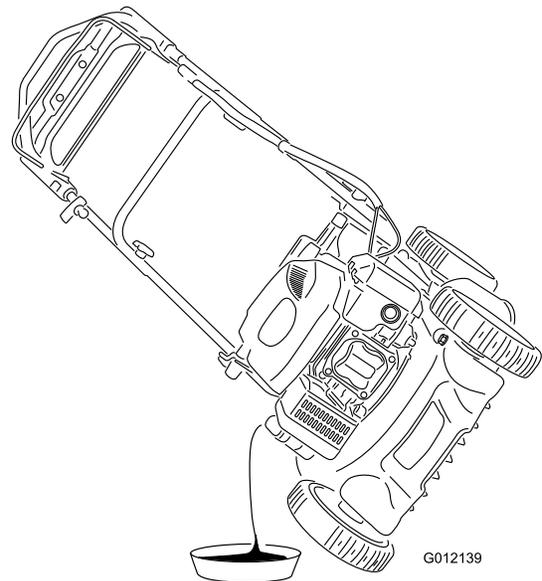

Bild 21
5. Kippen Sie den Rasenmäher seitlich (Peilstab nach unten), um das Altöl über das Öleinfüllrohr abzulassen (Bild 21).